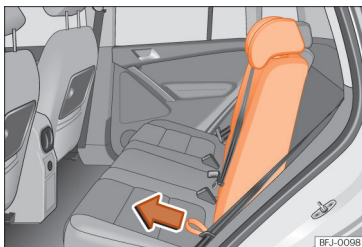

Abb. 93 Rücksitzlehne vor- und zurückklappen.
- Schlaufe » » » **Abb. 93** in Pfeilrichtung nach vorn ziehen, dabei Sitzlehne festhalten und langsam nach vorn klappen » » » ⚠.